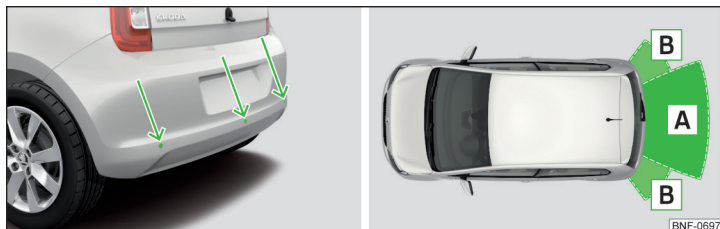

Bild 125 Sensorernas placering/räckvidd
- Systemsensorerna » **bild 125 på sidan 103** ska hållas rena och fria från snö och is och får inte täckas över med föremål, i annat fall kan systemfunktionen begränsas.
Systemet beräknar avståndet mellan stötfångaren och ett hinder med hjälp av ultraljudsvågor. Ultraljudssensorerna är placerade i bakre stötfångaren » bild 125.
Sensorernas ungefärliga räckvidd » bild 125